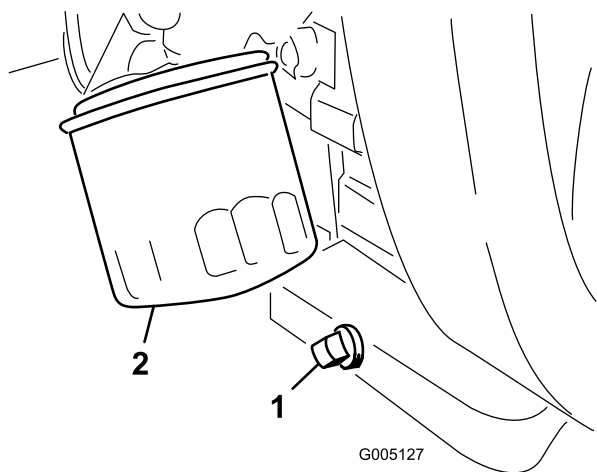

Рисунок 42
1. Снимите сливную пробку (Рисунок 42) и дайте маслу стечь в сливной поддон. Когда масло стечет, поставьте сливную пробку на место.
2. Снимите масляный фильтр (Рисунок 42).